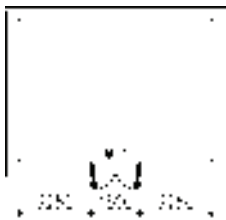

图 9-87 打开素材
1) 按〈Ctrl+O〉组合键，打开配套光盘提供的“第9章/9.2.10 增补尺寸.dwg”素材文件，结果如图 9-87 所示。